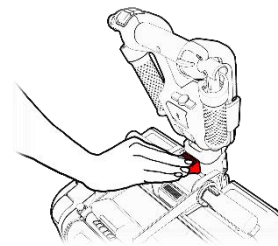

Figura 6
4. Presione el botón rojo (vea la Figura 6, paso 1) e inclínelo alejándolo del cuerpo principal del ATTO (vea la Figura 6, paso 2).